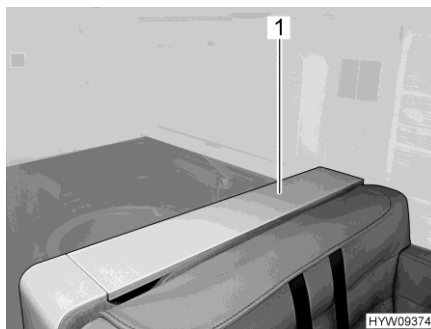

Fig. 91 Écran plat (couvercle fermé)
- Ouvrir le couvercle (Fig. 91,1).